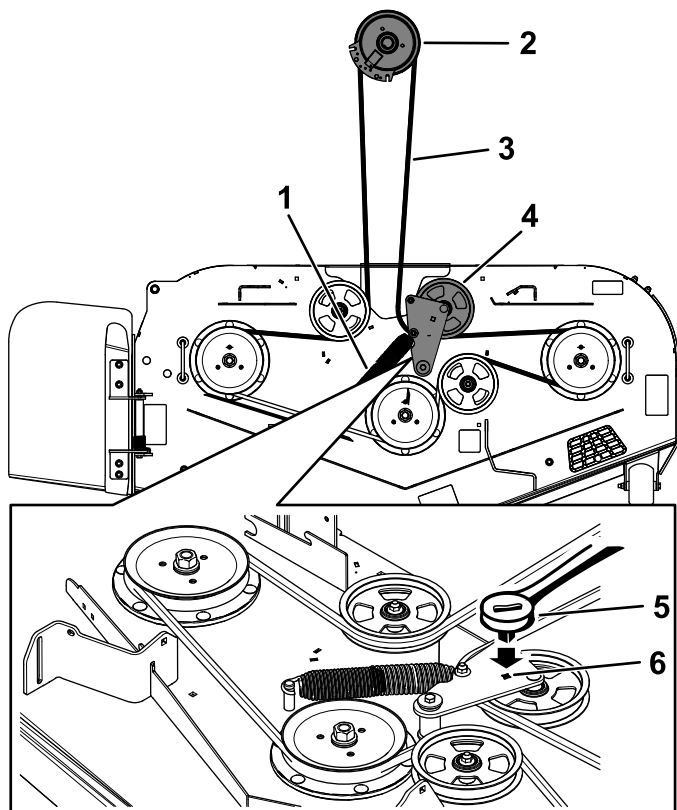

Figura 80
5. Utilice una llave de carraca de $\frac{3}{8}$ " en el orificio cuadrado del brazo tensor para aliviar la tensión del muelle tensor (Figura 80).
7. Instale la guía de la correa en el brazo tensor tensado con muelle (Figura 80).
9. Pase la correa nueva alrededor de las poleas del cortacésped y de la polea del embrague, debajo del motor (Figura 80).
10. Instale la guía de la correa en el brazo tensor (Figura 80).
11. Utilizando la llave de carraca de $\frac{3}{8}$ " en el orificio cuadrado, instale el muelle tensor (Figura 80).